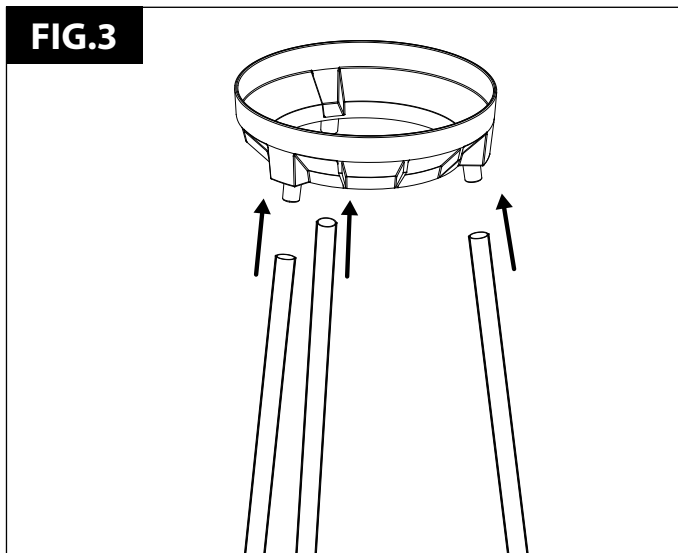

FIG.4
3. Coller des raccords ou 3 pièces pour tuyauterie de Ø63 à l'entrée et à la sortie du Polyvortex Pro (Fig.4)